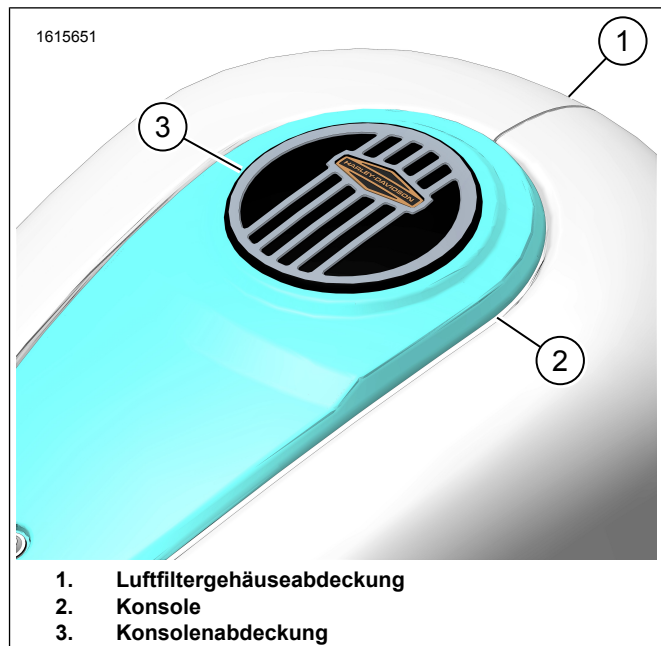

Abbildung 2. Angebrachte Konsolenverkleidung
2. Siehe Abbildung 2. Den Sitz der Konsolenabdeckung (3) prüfen.
3. Den Bereich der Konsole (2) mit Isopropylalkohol reinigen. Mit einem fusenfreien Lappen trocknen.
1. Siehe Abbildung 2. Die Schutzfolie von der selbstklebenden Fläche der Konsolenabdeckung (3) abziehen.
2. Die Konsolenabdeckung (3) anbringen und dabei Markierungen als Anhaltspunkte nutzen.